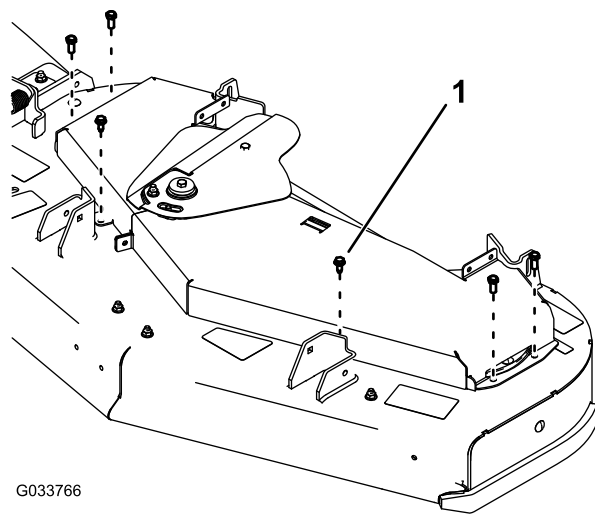

図 71
7. ベルトカバーを刈り込みデッキに固定しているボルト本を外してベルトカバーをアイドラカバーの下から引き出す 図 71。
10. ボルト6本でベルトカバーを取り付ける 図 71。